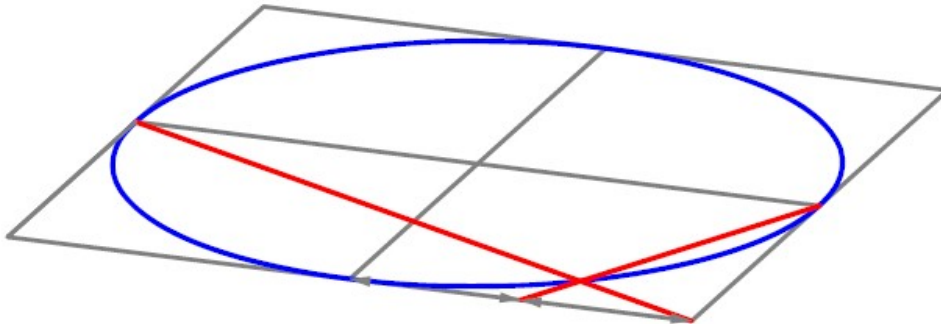

Abb. 7
- Zur genaueren Darstellung könnten noch Zwischenpunkte gemäß Abb. 7 konstruiert werden.